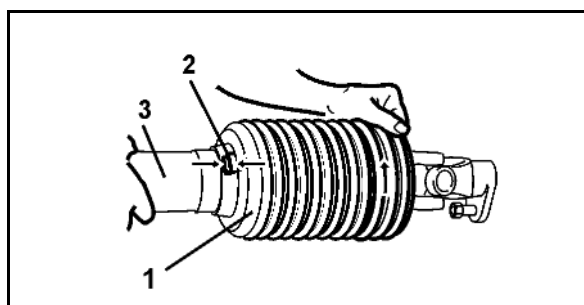

Fig. 58
6. Løsn smøreniplerne (Fig. 58/1), og sæt kraftoverføringsakslen på (Fig. 58/2).
7. Fastgør koblingsnavet (Fig. 58/3) med en brydebolt (Fig. 58/4).
8. Skru smøreniplen fast (Fig. 58/1).